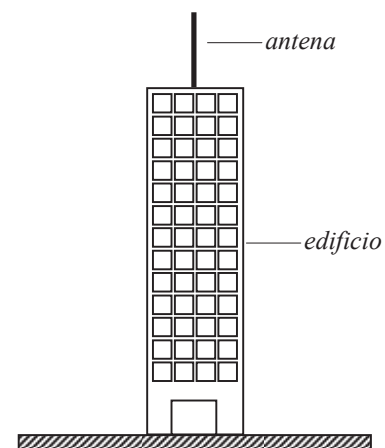

Figura 3. Modelo de edificio con antena
4. Como aplicación de lo anterior, dibujar aproximadamente la apariencia de los dos modos de vibración para el sistema de la figura 3, compuesto por un edificio y una antena situada en la parte superior del mismo ante vibraciones transversales, en el que se supone que se asume lo establecido en el apartado 2. (1p)